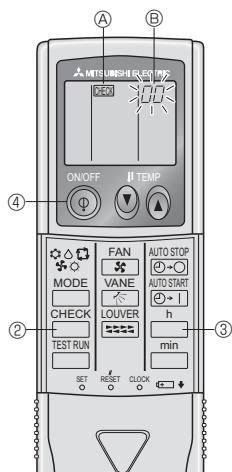

Fig. 7-4
7.3.2. Pour la télécommande sans fil (Fig. 7-4)
- ① Mettre sous tension.
- ② Appuyer deux fois sur la touche Ⓛ (vérification).